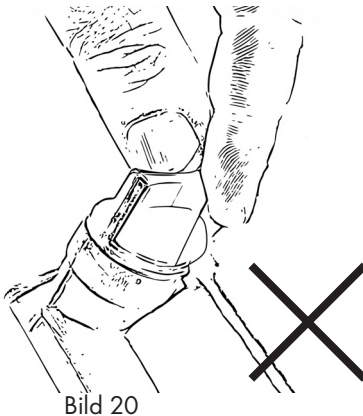

Bild 20
av oljenivån. Detta leder till ett felaktigt mätresultat, fig. 20.**
- Sänk ner oljestickan helt i oljan. Vrid aldrig oljestickan in i gängen, fig. 20.